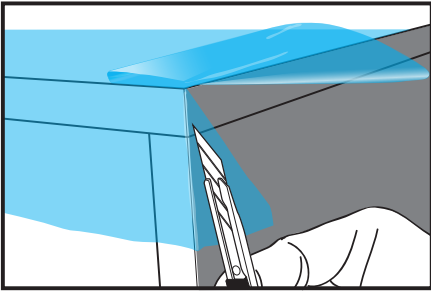

Figure 06
- › Couper le surplus de matière en ne laissant environ qu'1 à 2 mm de matière, (FIG. 06) puis recouvrir la tranche contiguë.